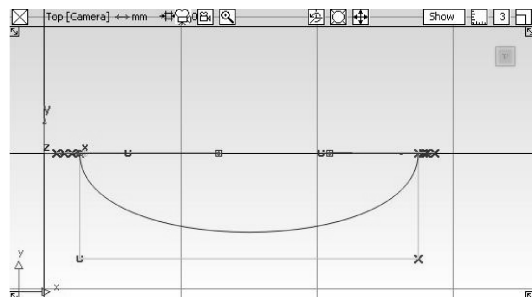

图 4-84 调整曲线
- 08 选择【New Edit Point curve】工具, 按住键盘上的【Ctrl】键, 将编辑点曲线的两点捕捉到刚刚创建的两条曲线的终点。选择【Pick CV】工具, 然后选择【Move】工具, 在【Top】正交视窗中移动编辑点曲线中间的两个 CV 点, 确保第二个 CV 点位于第一个 CV 点的正下方, 第三个 CV 点位于第四个 CV 点的正下方, 如图 4-84 所示。